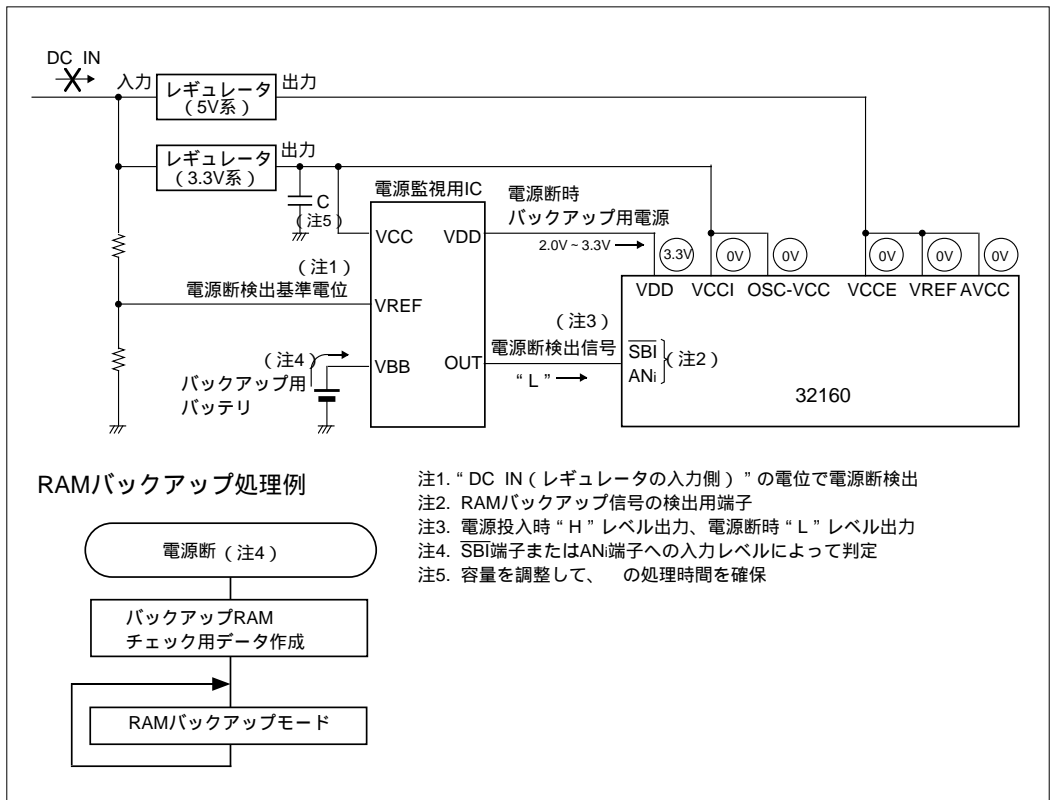

図16.2.3 電源断時のRAMバックアップ時の状態
図16.2.3に電源断時のRAMバックアップの状態を示します。電源が切れる(注)と電源監視用ICによって、バックアップ用バッテリーから電流が供給されます。また、電源監視用ICの電源断検出信号端子から“L”レベルが出力され、SBI端子またはANi端子は“L”レベルになりRAMバックアップ信号の発生となります(図16.2.3の)。電源断検出判定は、電源断時のソフトウェア処理時間を確保するため、必ず“DC IN(レギュレータの入力側)”の電位で行う必要があります。
- (1) RAMバックアップモードから通常モードに復帰したときに、RAMのデータが正常に保存されていたかのチェック用データを作成(図16.2.3の)。
- (1)の設定後、VCCへの電流の供給が切れると、VDD端子は2.0V～3.3V、その他の端子は0Vになり、32160はRAMバックアップモードになります(図16.2.3の)。